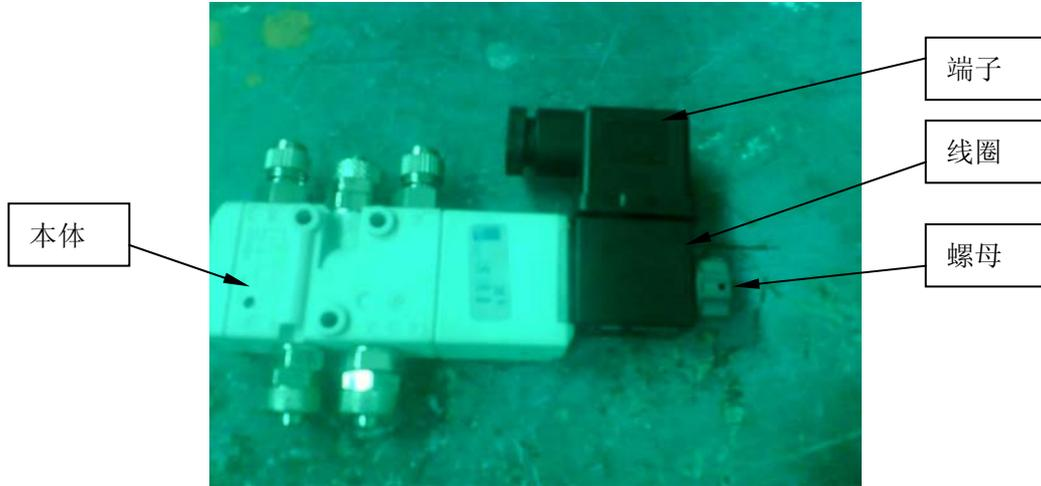
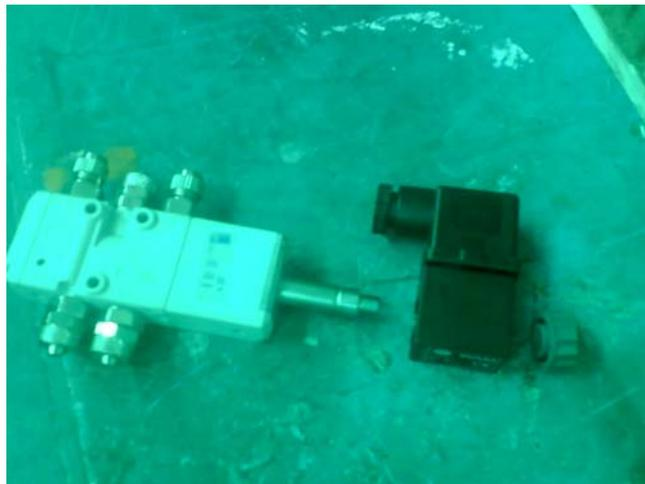

图1
图2
电磁阀一般由本体、线圈、端子组成（图1）。将
- a) 将端子线拿掉（图1）。
- b) 螺母拧下（图1）。使本体与线圈和端子分离（图2）。